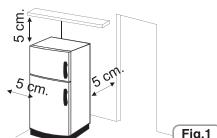

Fig.1
- 1 Zorg ervoor dat de ruimte rond de koelkast geschikt is voor ventilatie. De afbeelding (fig. 1) toont de minimum ruimte voor de installatie van de koelkast.
Dankzij een bredere wand, verminderd het elektrisch energieverbruik. Het gebruik van de koelkast in een ruimte ter grootte van minder dan die volgens de onderstaande afbeelding (fig. 1) kan leiden tot een verkeerde werking, harde geluiden en storingen.